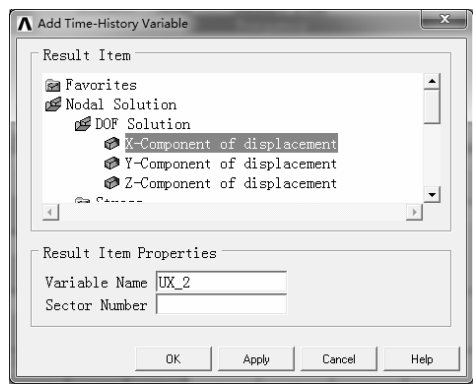

图 7-164 “Add Time-History Variable”对话框
4) 单击 $\pm$ 按钮，弹出“Add Time-History Variable”对话框，在“Result Item”列表框中依次选择“Nodal Solution>DOF Solution>X-Component of displacement”选项，如图 7-164 所示。